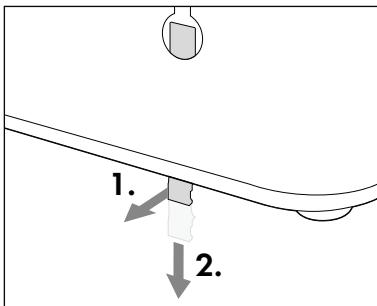

Fig. 1
2. Introduceți cele două dibluri furnizate ⑨ în găuri și însurubați cele două șuruburi furnizate ⑧ în dibluri ⑨. Atenție, lăsați șuruburile ⑧ în afara găurilor cca 3 mm.
3. Pe partea din spate a aparatului, în inelul de suspendare drept ⑥ se află un șift de siguranță ⑦ care împiedică desprinderea aparatului din șuruburi ⑧. Apăsați șiftul de siguranță ⑦ puțin spre spate, până când se audă un clic. Apoi trageți șiftul de siguranță ⑦ puțin în jos din inelul de suspendare ⑥ (a se vedea fig. 1).